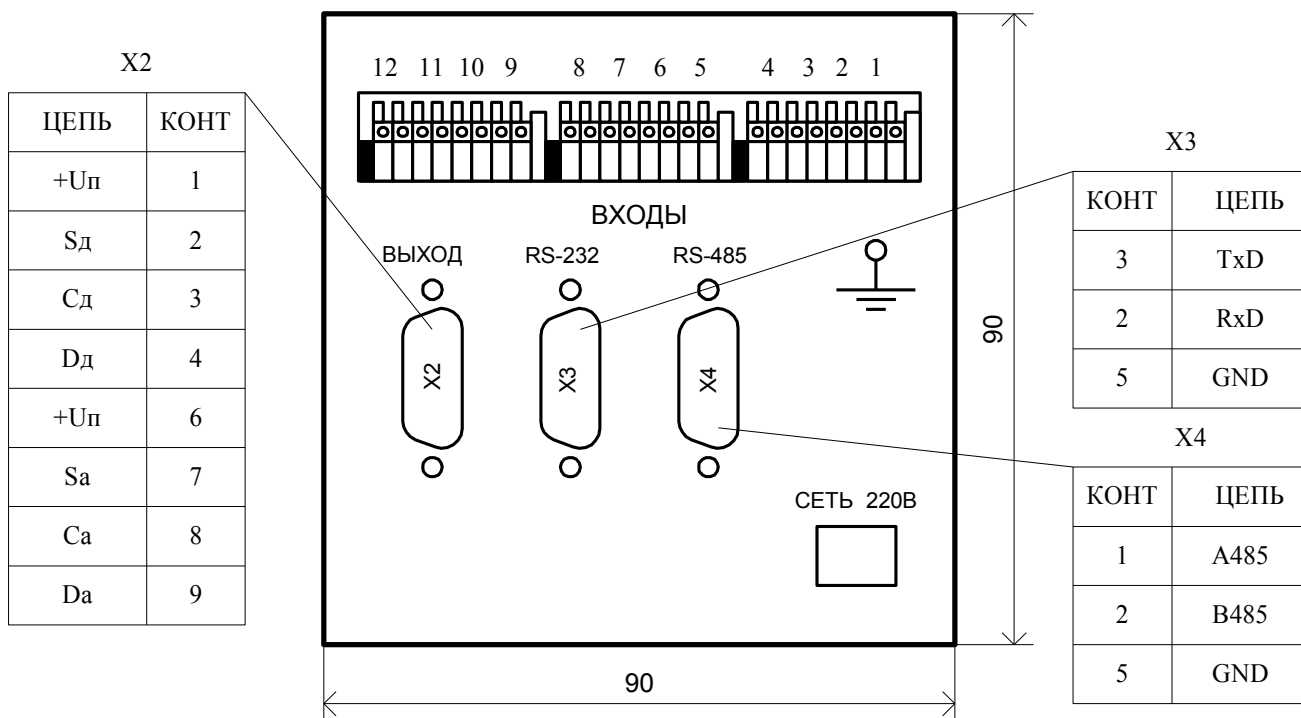

Рисунок 3 - Задняя панель главного блока
7.3 Входные сигналы подключаются к главному блоку через клеммники нажимные, обозначенные на задней панели как "ВХОДЫ" (Рисунок 3). Нумерация каналов идет справа налево. Входы разбиты на три группы по 4 канала (1 ÷ 4; 5 ÷ 8; 9 ÷ 12). Каждый канал имеет две клеммы. Внутри каждой группы правые клеммы каналов объединены и подключены перемычкой либо к внутреннему источнику питания +24 В, либо к общему проводу входной цепи GND.